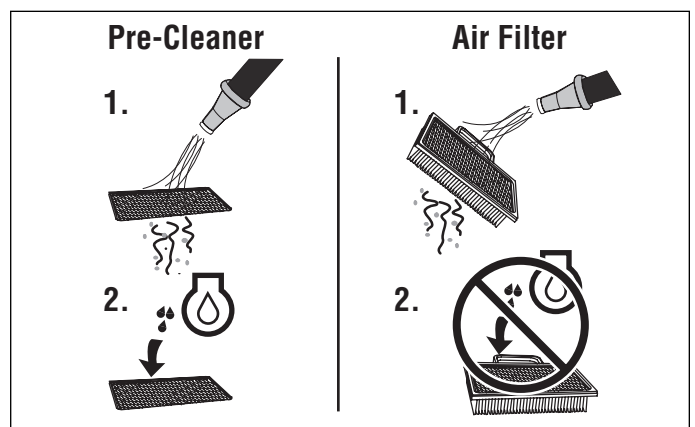

Figure 27. Entretien du filtre à air
1. Figure 27. Laver le pré-dépoussiéreur au détergent liquide et à l'eau.
1. Figure 27. S'il est marqué « Lavable », le filtre peut être lavé à l'eau tiède et au savon doux.